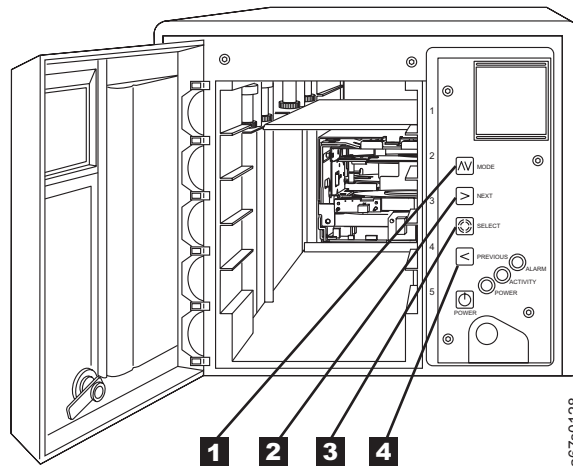

Abbildung 3. Benutzung der Steuertasten zum Ermitteln oder Ändern einer SCSI-ID
1. Drücken Sie mehrmals die Taste MODE (**1** in Abb. 3 auf Seite 10), bis **SET SCSI** in der Nachrichtenanzeige erscheint.